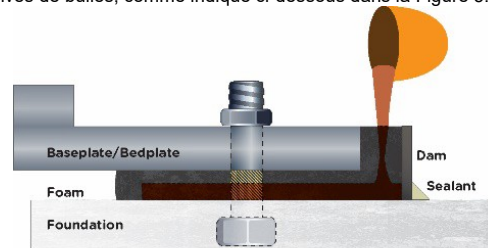

Figure 5 – Belzona 7111 versé lentement
- a) Verser le produit **Belzona 7111** mélangé dans la digue immédiatement après le mélange. Laisser le produit s'écouler librement à travers et sous l'équipement en une couche mince de manière à éviter les formations excessives de bulles, comme indiqué ci-dessous dans la Figure 5.